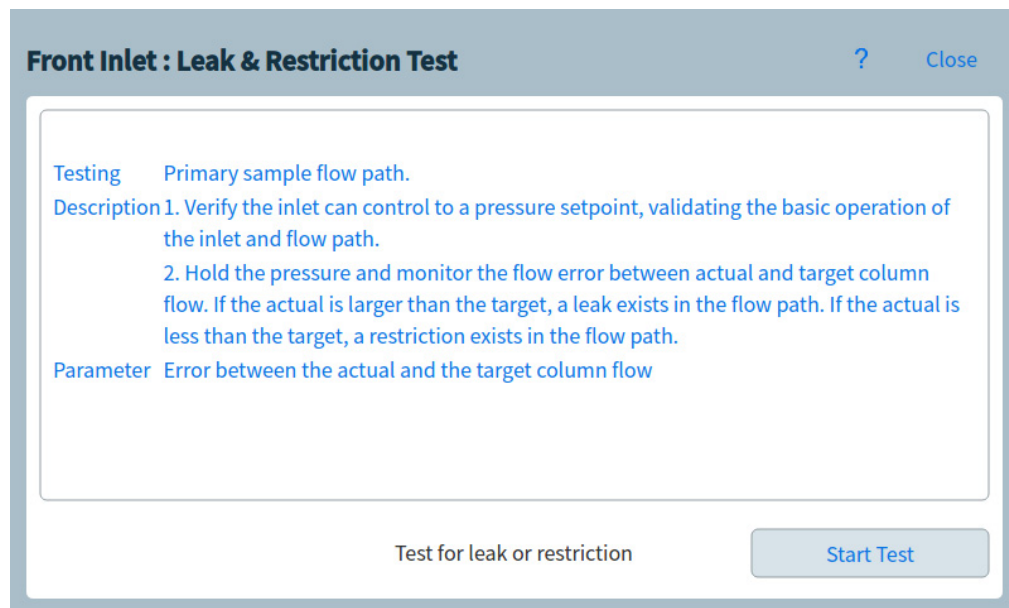

Figura 42. Pagina test perdite e restrizione.
- 2 Selezionare il test desiderato. La pagina di test corrispondente si apre. La pagina test include una descrizione del test e un'indicazione del parametro testato. Vedere **Figura 42**.